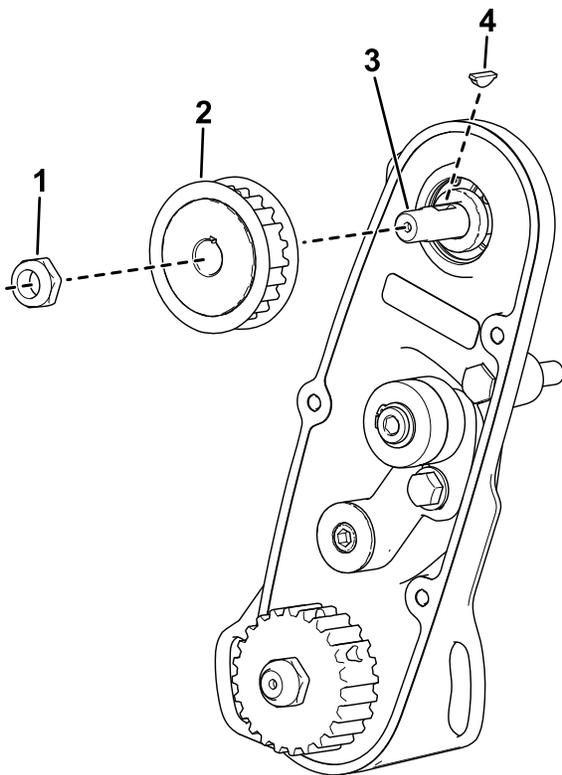

Figure 6
2. Insérez la clavette dans son logement sur l'arbre d'entraînement (Figure 6).
3. Reposez la poulie (Figure 6).
4. Fixez le nouvel arbre d'entraînement sur l'ensemble avec l'écrou (Figure 6).